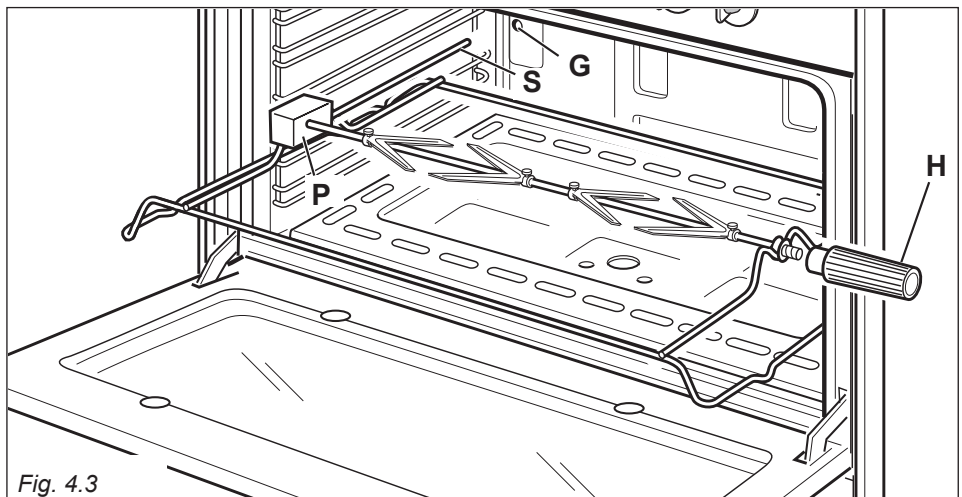

Fig. 4.3
(fig. 4.3)
- Insérer la tige dans le trou du renvoi "P" (fig. 4.3) et enlever la poignée "H" en tournant vers la gauche.